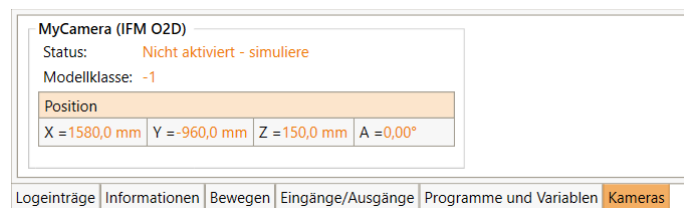

Abbildung 28: Kamera-Statusbereich
- CRI-Schnittstelle: Das Bild wird über die Ethernet-Schnittstelle an iRC übertragen und kann dort im Kamera-Statusbereich beobachtet werden (s. Abb. 28).